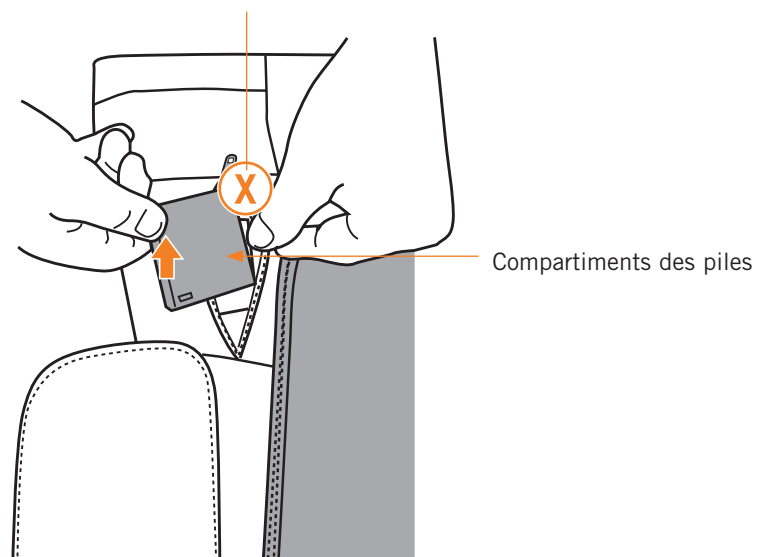

Fig.22
3. Soulevez le bord du compartiment des piles qui est le plus proche du bord du coussin vers le haut (ne tirez pas sur le bord de la boîte duquel le câblage est visible). (Fig.22)